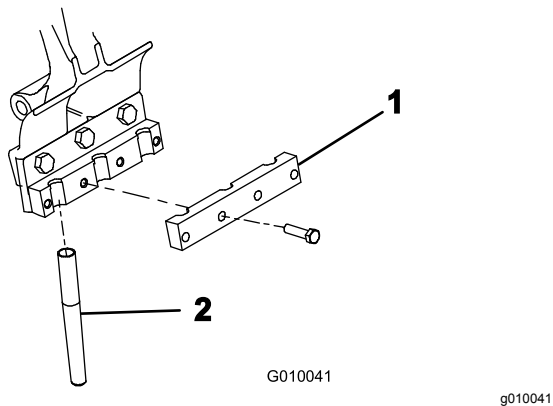

**Figura 25**
4. Instale, sem apertar, os protetores de relva nos suportes dos protetores de relva com 4 braçadeiras para os suportes de relva e 12 porcas flangeadas (Figura 25). Não aperte os dispositivos de fixação.
**Nota:** Os grampos de fixação do protetor de relva são fornecidos de fábrica e as porcas flangeadas vêm nos suportes do protetor de relva (Figura 25).